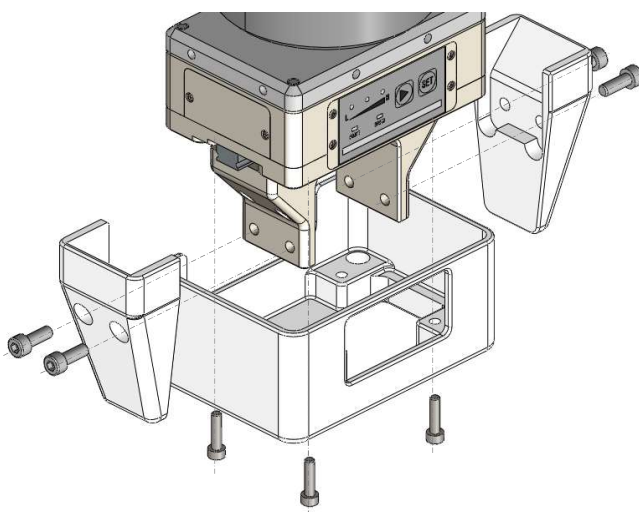

図 1. プレートの取外し
- ・ 2 本のねじを緩め、プレートを取外します。(図 1)